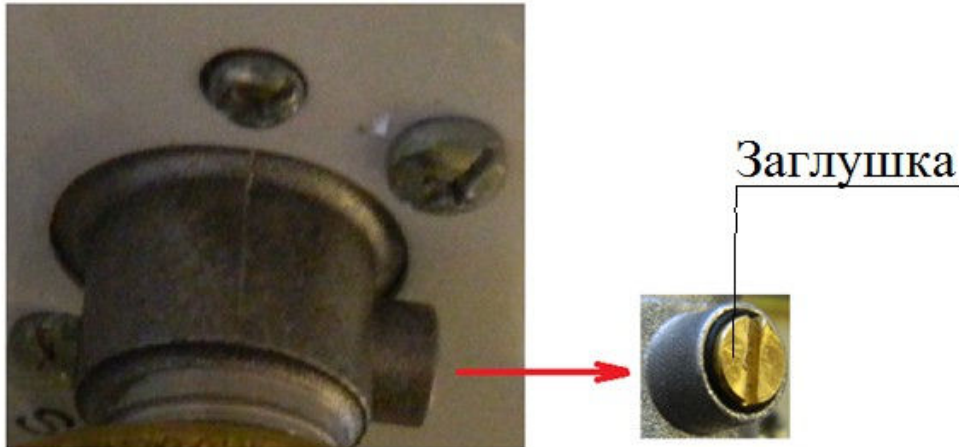

Рис. 10. Штуцер замера входного давления газа
- ✓ присоединить манометр для замера давления к штуцеру клапана газового, предварительно выкрутив заглушку (см. Рис. 10);